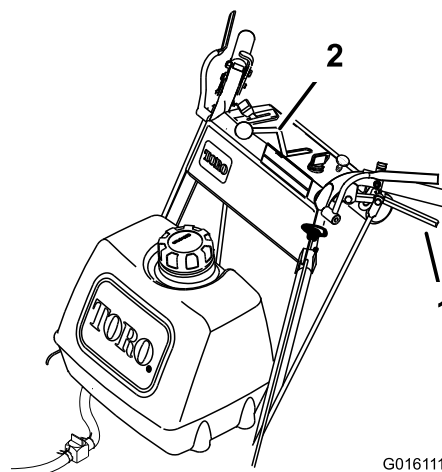

Bild 13
4. Lassen Sie die Antriebshebel langsam los, um vorwärtszufahren (Bild 13).
Lassen Sie beide Hebel gleichmäßig los, um geradeaus zu fahren (Bild 13).
Bewegen Sie zum Wenden den Antriebshebel auf der Seite und Richtung, in die Sie lenken möchten (Bild 13).
Drücken Sie die Antriebshebel langsam gegen den Griff, um rückwärts zu fahren (Bild 13).